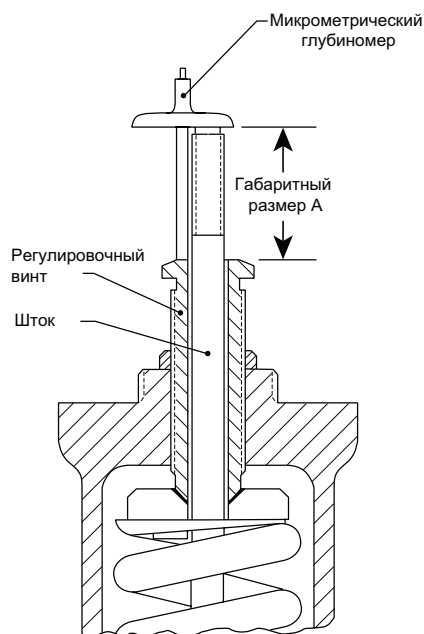

Рисунок 10
3. Используйте циферблатный измеритель или микрометр глубины для измерения и записи размера «А» на рис. 10 от верхней части штока до верхней части регулировочного винта. Значение будет использовано позже для регулировки клапана почти до его первоначального заданного давления. Ослабьте контргайку регулировочного винта. Поверните регулировочный винт против часовой стрелки, чтобы ослабить пружину. Регулировочный винт поворачивается плоскогубцами Vise-Grip® для удержания штока.